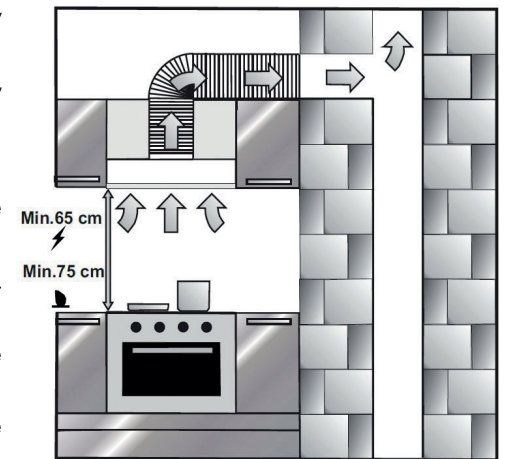

FIGURE 3
- **75 cm minimum** pour une cuisinière / table de cuisson au **gaz (Figure 3)**.